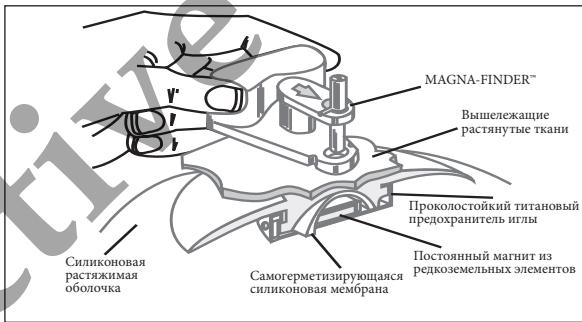

РИС. 2
- Все инъекционные гнезда являются самогерметизирующими и снабжены титановым предохранителем иглы, предотвращающим случайное прокалывание основания инъекционного гнезда (см. Рис. 2).